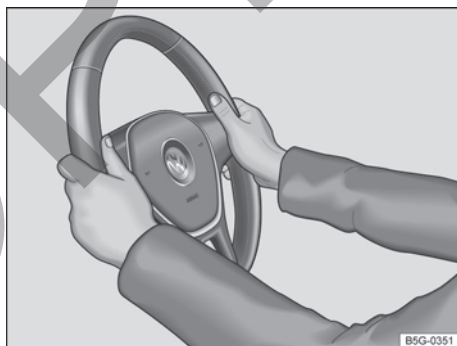

Fig. 61 En el volante: posición 9 y 3 horas.
- Ajustar la posición del volante de forma que pueda sostenerlo lateralmente por el borde exterior *en las posiciones equivalentes a las 9:00 y a las 3:00* → fig. 61 con ambas manos y los brazos ligeramente doblados.
- Durante la conducción, siempre sujete el volante con ambas manos lateralmente en el borde exterior *en la posición equivalente a las 9:00 y a las 3:00* → fig. 61, para reducir las lesiones provocadas por un disparo del airbag frontal del conductor.